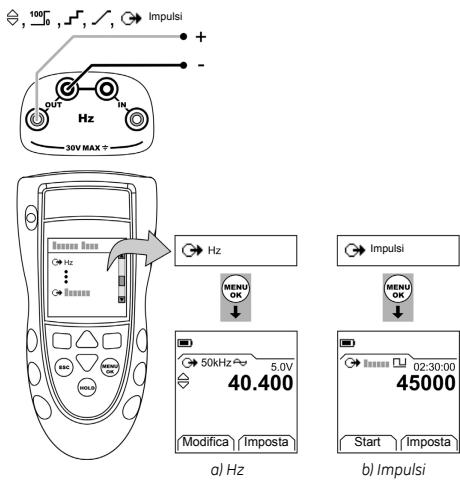

Figura 2: Esempio configurazione – per l'alimentazione di Hz o impulsi
- Collegare lo strumento (Figura 2) e, se necessario, modificarne il Setup (Tabella 1).